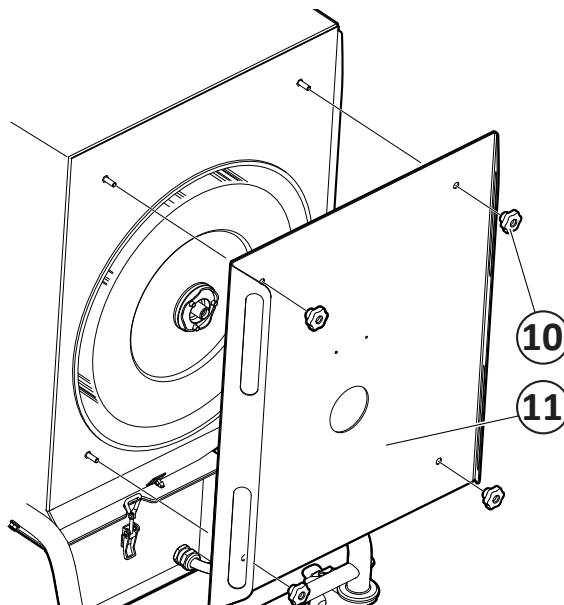

Fig. 20
5. Skruva loss låsmutterarna (6) för täckplåten (7).
6. Demontera lagret (8).
7. Skruva loss vreden (10, **Fig. 20**) och plocka ner filterluckan (11).
5. Sätt tillbaks och skruva fast filterluckan (10, **Fig. 20**) på karossen. Se till att filterpatronen centeras mot hålet i filterluckan och verifiera att tätningen är fullgod mellan lucka och kaross.
6. Sätt tillbaks och skruva fast filterluckan (10, **Fig. 20**) på karossen. Se till att filterpatronen centerar mot hålet i filterluckan och verifiera att tätningen är fullgod mellan lucka och kaross.